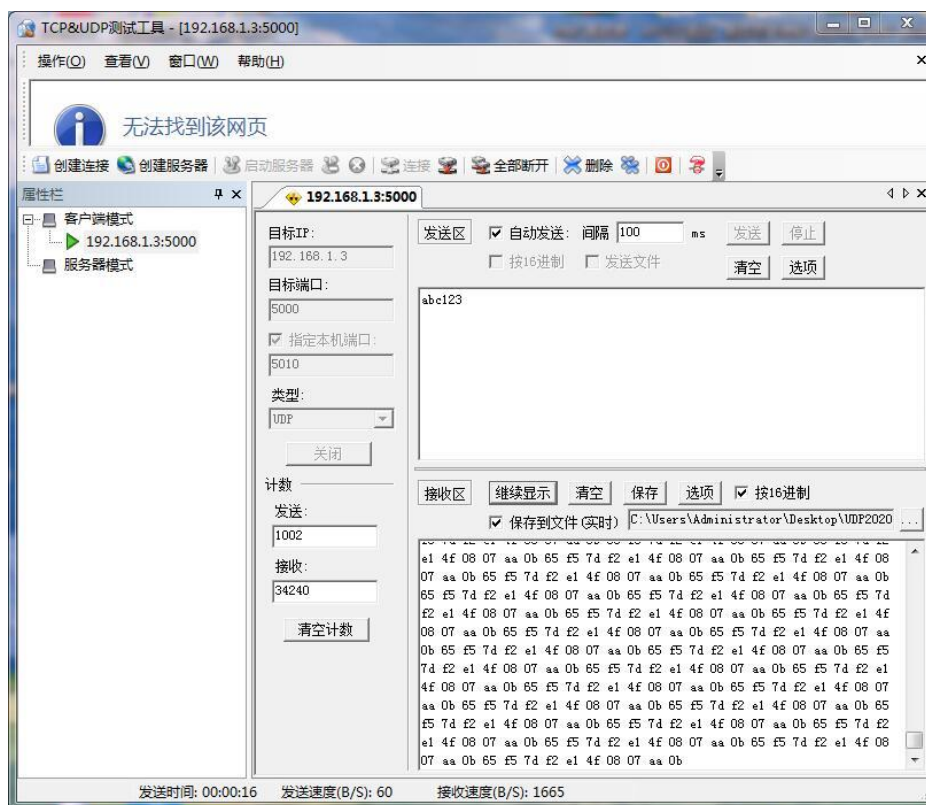

图4.78 PC端接收来自控制器的数据
6) 在TCP&UDP测试工具接收区可看到控制器发来的数据“65 f5 7d f2 e1 4f 08 07 aa 0b”，发送区域输入“abc123”，发送间隔为100ms，选择自动发送，在控制器程序中可监测到接收的数据，结果如图4.78、4.79所示。